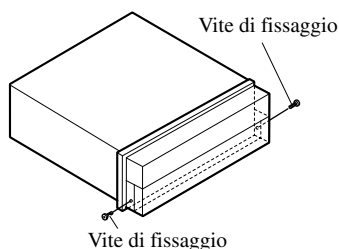

Fig. 18
- **Una volta rimosso il pannello frontale, fissarlo all'apparecchio facendo utilizzo delle apposite viti di fissaggio. (Fig. 18)**